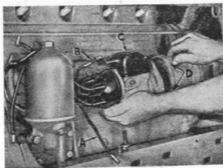

Bild 23. Borttagning av magneten.
- 1) Lösgör kabeln A (se bild 23) genom att ta bort skruven och låsbrickan, som hålla kabeln vid magnetens kabelskoning.